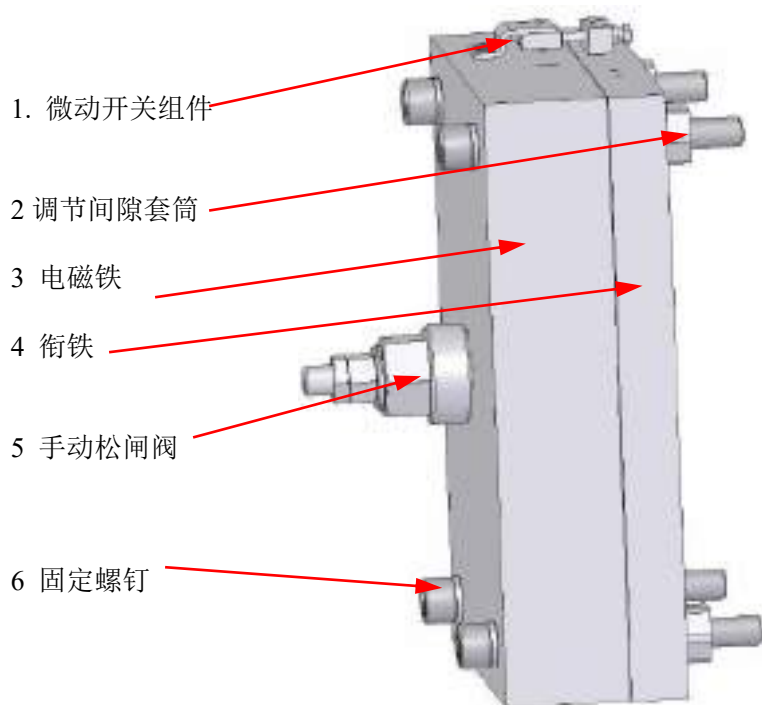

图 5 制动机构示意
- 微动开关的动作位置可通过调节“微动开关动作位置调节螺钉”(见图 5 中序 4)来实现。
步骤 1: 逆时针转动图 5 中 4 个序 2, 使其与机座端面脱离 2mm;